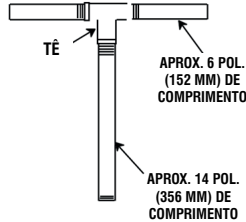

Figura 3. Ferramenta do conjunto rotativo
*Uma ferramenta de desmontagem opcional encontra-se à disposição na fábrica. Se a ferramenta for utilizada, siga as instruções embaladas com ela. Uma ferramenta semelhante pode ser montada usando um tubo de 1/2 polegada (aço Schedule 80 ou ferro maleável) e um tê padrão (ver Figura 3). Todas as roscas são NPT de 1/2 polegada. Não pré-monte a ferramenta.*